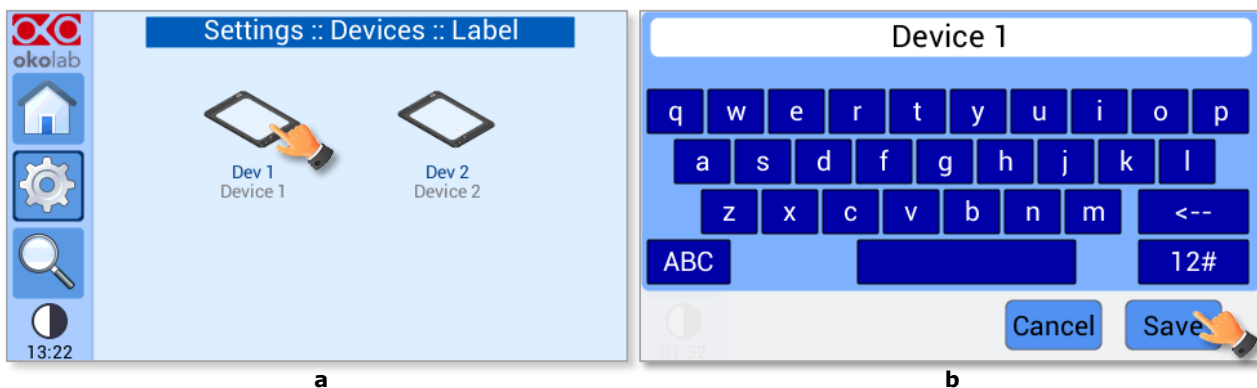

Figure 28. Étiquette du dispositif (a) Sélection du dispositif ; (b) Saisie de l'étiquette
- 2 Appuyez sur l'icône Dev1 (Dispositif 1) ou Dev2 (Dispositif 2) dans la sous-page qui s'ouvrira comme indiqué dans la Figure 28 (a).
- 3 Saisissez l'étiquette souhaitée en utilisant le clavier qui apparaîtra, comme indiqué dans la Figure 28 (b). Appuyez sur *Save* (Enregistrer) ou *Cancel* (Annuler).